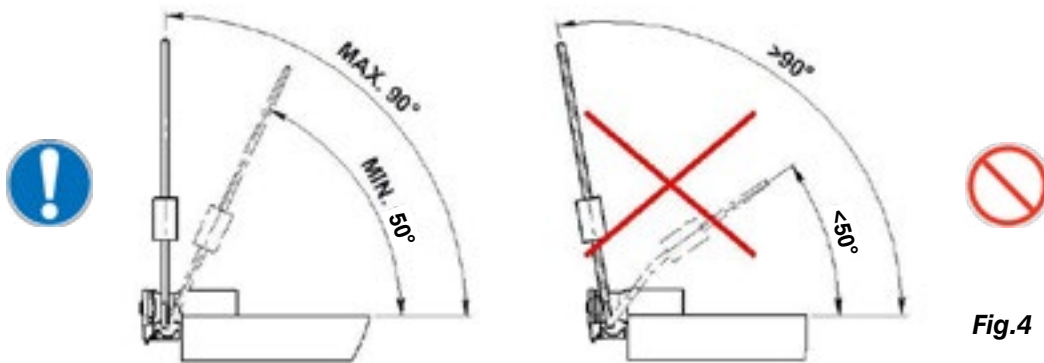

Fig.4
*Pas effectuer levage / mouvementation / renversement avec élingue que forme angles supérieurs à 90° en respect au plan horizontal , en cas contraire on peut se vérifier désenfillement de la corde/chaîne avec le risque de la chute du charge (voir **Fig.4**).*